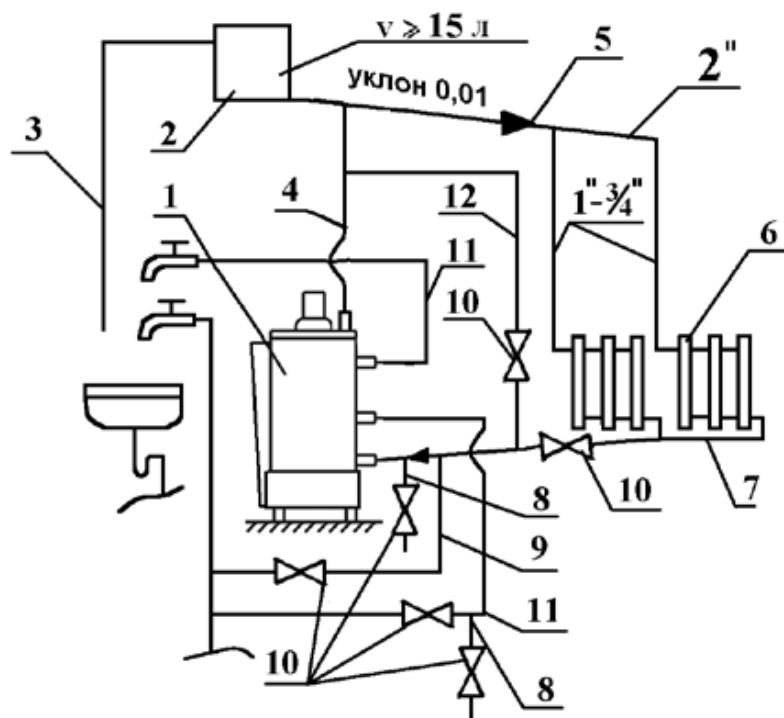

Рис.4. Схема системы отопления и горячего водоснабжения
- 6.13. Заполните систему отопления водой. Контроль заполнения системы отопления осуществляется по трубе сигнальной 3 (Рис. 4). Категорически запрещается установка запорной
на температуру $80^{\circ}\text{C} \div 85^{\circ}\text{C}$ и закрыть вентиль 10 (Рис. 4) на магистрали 7 обратной воды в системе отопления.
- 6.23. На летний период закрыть вентиль 10 (Рис. 4) на магистрали 7 обратной воды и открыть вентиль 10 на магистрали 12. На осеннее - зимний период вентиль 10 на магистрали 12 закрыть, а вентиль 10 на магистрали 7 открыть.
- 8.4. В случае прекращения работы котла в зимнее время на продолжительный срок (свыше суток) полностью слейте воду из системы отопления и системы горячего водоснабжения через вентили 10 сливных магистралей 8 (Рис. 4) во избежание ее замерзания.